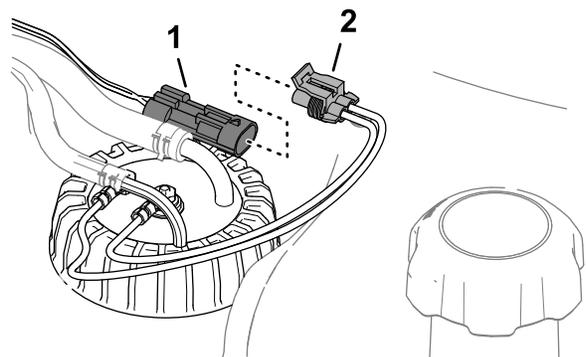

Figura 88
3. Rimuovete il connettore a 2 prese del cablaggio del trasmettore di livello carburante dal connettore a 2 pin del cablaggio preassemblato della macchina (Figura 88).